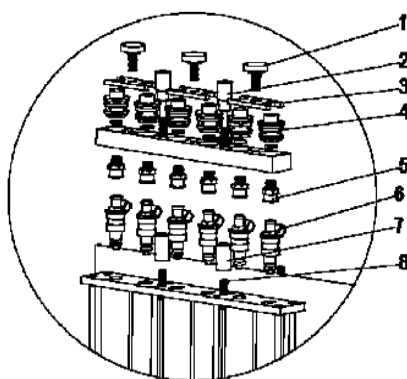

Рис. 2
- 3) Отрегулируйте высоту винта и гайки с рифлением в соответствии с высотой форсунок. Установите топливную рампу с форсунками на кронштейн установки. Затяните две гайки с рифлением, как показано на рис. 2.